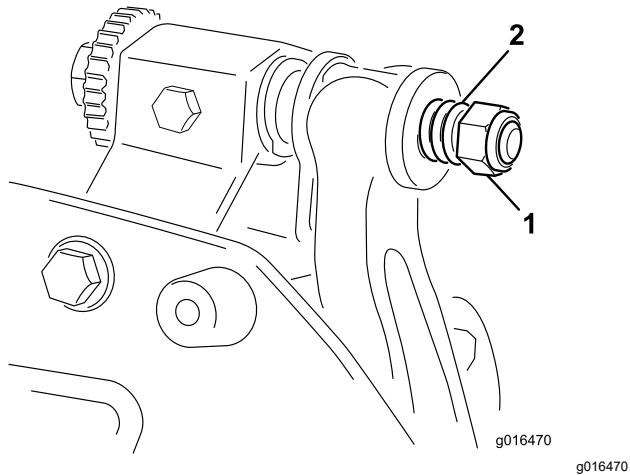

Рисунок 27
3. С каждой стороны установите нейлоновую шайбу на выступ боковой пластины. На нейлоновые шайбы установите стальные шайбы (Рисунок 27).
- Затяните гайку натяжения пружины, чтобы пружина полностью сжалась, затем отверните ее на 1/2 оборота (Рисунок 27).